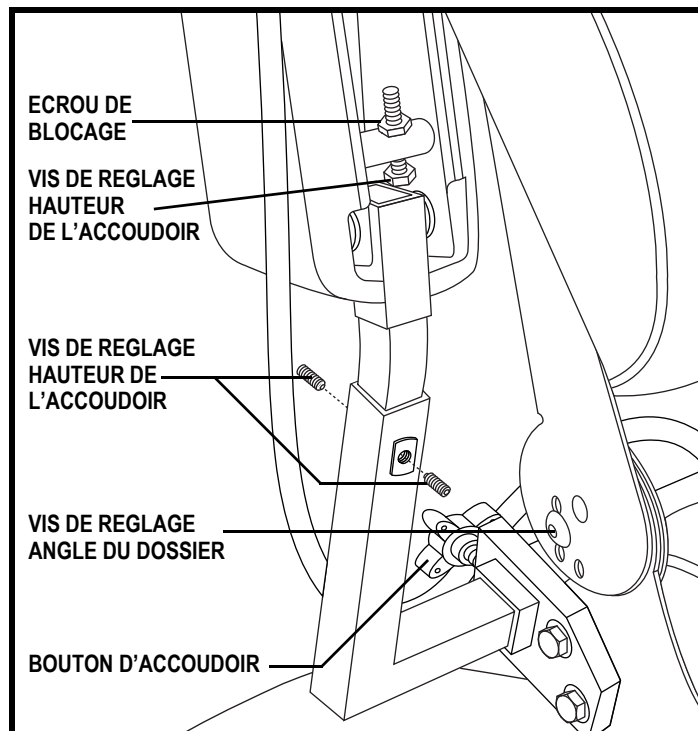

Figure 13. Réglages accoudoirs et dossier
1. Retirez la vis de réglage de l'inclinaison du dossier de chaque charnière. **Voir la figure 13.**
1. Repérez les deux boutons de réglage sur le support des accoudoirs. **Voir la figure 13.**
1. Relevez l'accoudoir perpendiculaire au plancher. **Voir la figure 13.**
1. Desserrez les vis de blocage sur les dos de chaque support d'accoudoir. **Voir la figure 13.**